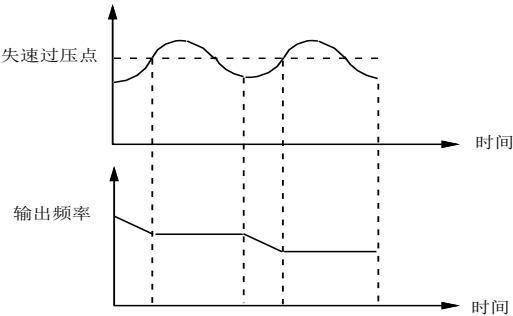

图 5-62 过压失速功能
- 过压失速保护功能在变频器减速运行过程中通过检测母线电压，并与FL.003（相对于标准母线电压）定义的失速过压点比较，如果超过失速过压点，变频器输出频率停止下降，当再次检测母线电压低于失速过压点后，再实施减速运行，如图5-62所示。